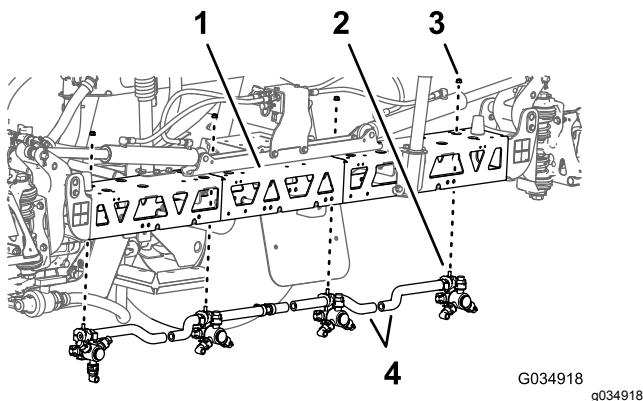

图 68
6. 拧下将喷嘴固定到喷嘴固定架的凸缘锁紧螺母 5/16 英寸图 68。